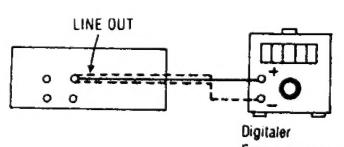

Abb. 3
2.Stellen Sie den VR im Motor (**Siehe Abb. 3**) so ein, daß die Abgabe den Normwert erfüllt.